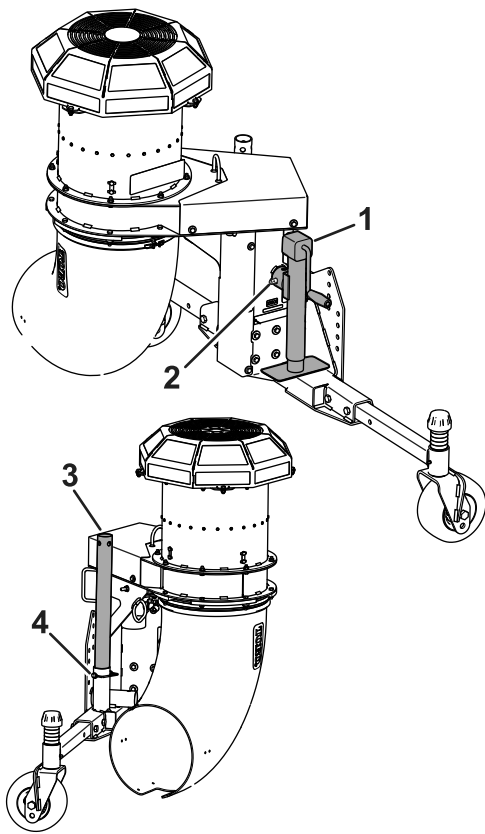

Figure 6
7. Retirez la goupille à fermoir qui fixe le tube du cric sur le tube de rangement (Figure 6). Sortez le cric de sa position de rangement.